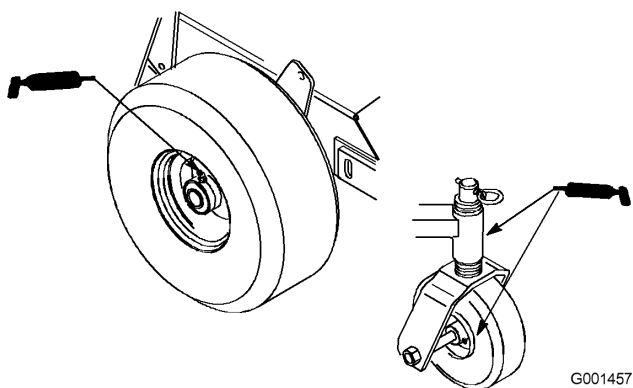

Figure 19
1. Lubrifiez les roulements des roues avant ainsi que les fusées avant (Figure 19).